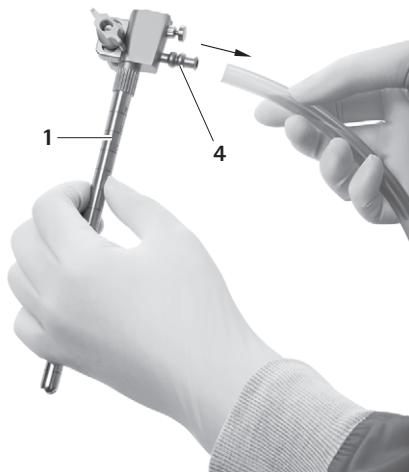

Fig. 12
- Træk slangen af skyllertilslutningen 4, se Fig. 12.